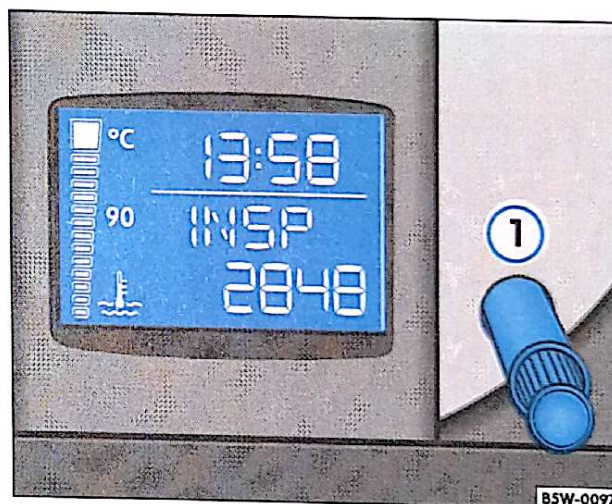

**Fig. 39** Indicador do próximo serviço - display com 2 linhas
Quando é atingido o prazo para a realização do serviço, no display do painel de instrumentos é visualizada a indicação intermitente **INSP** ⇒ **fig. 39** ou ⇒ **fig. 40**.
- Pressione o botão de retorno do hodômetro parcial ⇒ **fig. 39** ① ou ⇒ **fig. 40** ① e, mantendo-o pressionado, ligue a ignição. ▶